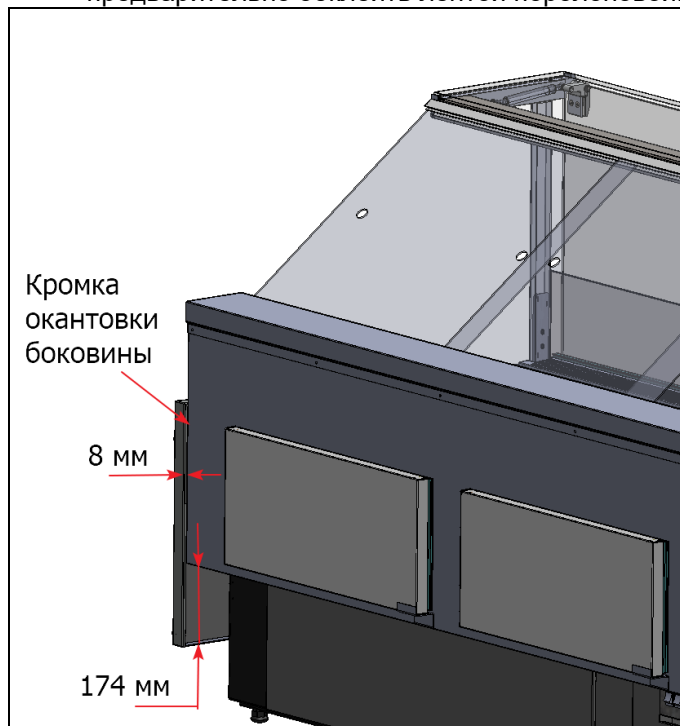

рис. 7
- через кронштейны столешниц шпилькой M6 и гайками с прессшайбой (рис.7).